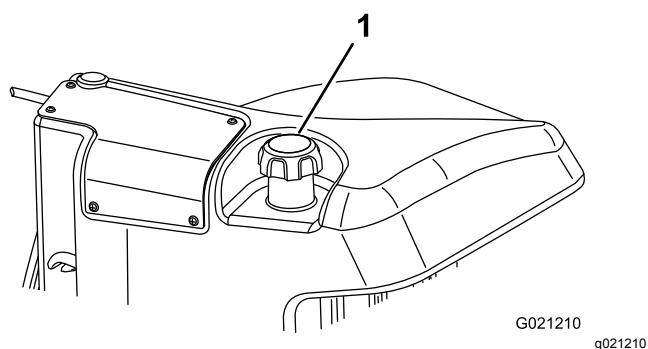

Рисунок 27
- Снимите крышку топливного бака (Рисунок 27).